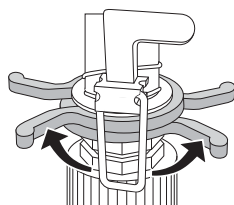

Rys. 5
- ♦ Naciśnij dźwignię blokującą **2** i obróć pokrętło regulacyjne **1** w kierunku MAX, aby zwiększyć odległość strumienia wody (patrz rys. 5). Po obróceniu pokrętła regulacyjnego **1** aż do oporu w kierunku MAX urządzenie może rozpylać wodę pod ciśnieniem 4 barów na odległość do 11 metrów.
- ♦ Naciśnij dźwignię blokującą **2** i obróć pokrętło regulacyjne **1** w kierunku MIN, aby zmniejszyć odległość strumienia wody (patrz rys. 5).